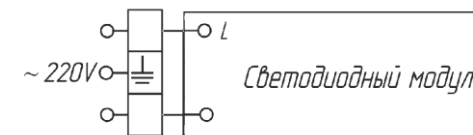

Рис.2
- б) присоединить провода сети к клеммной колодке согласно схеме подключения (рис.2). Заземляющий провод присоединить к клемме имеющей знак заземления,